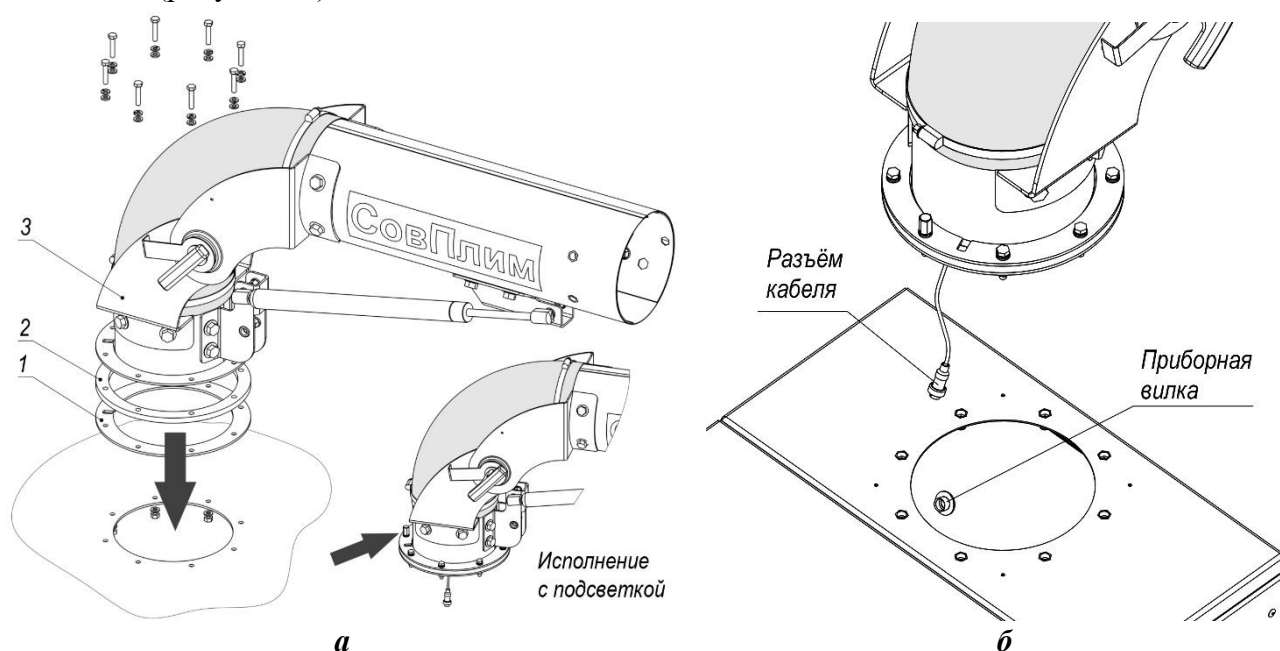

Рисунок 6
5.4.3 Закрепить фланец поворотной опоры болтами М6, уделяя особое внимание правильному положению болта с увеличенной головкой в исполнениях с подсветкой (рисунок 6а).
5.4.4 При установке устройств с подсветкой на передвижные фильтровентиляционные установки производства АО «СовПлим» необходимо предварительно подключить разъем кабеля электропитания (рисунок 6б).